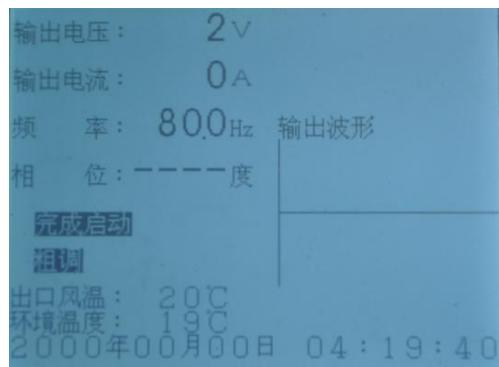

图 22 变频电源装置启动完成界面显示
- 7.3.6 系统启动完毕后，停止灯灭，启动灯亮，为红色。此时高压回路已经带电。屏幕提示“完成启动”。此时就可以进行升压见图 22。